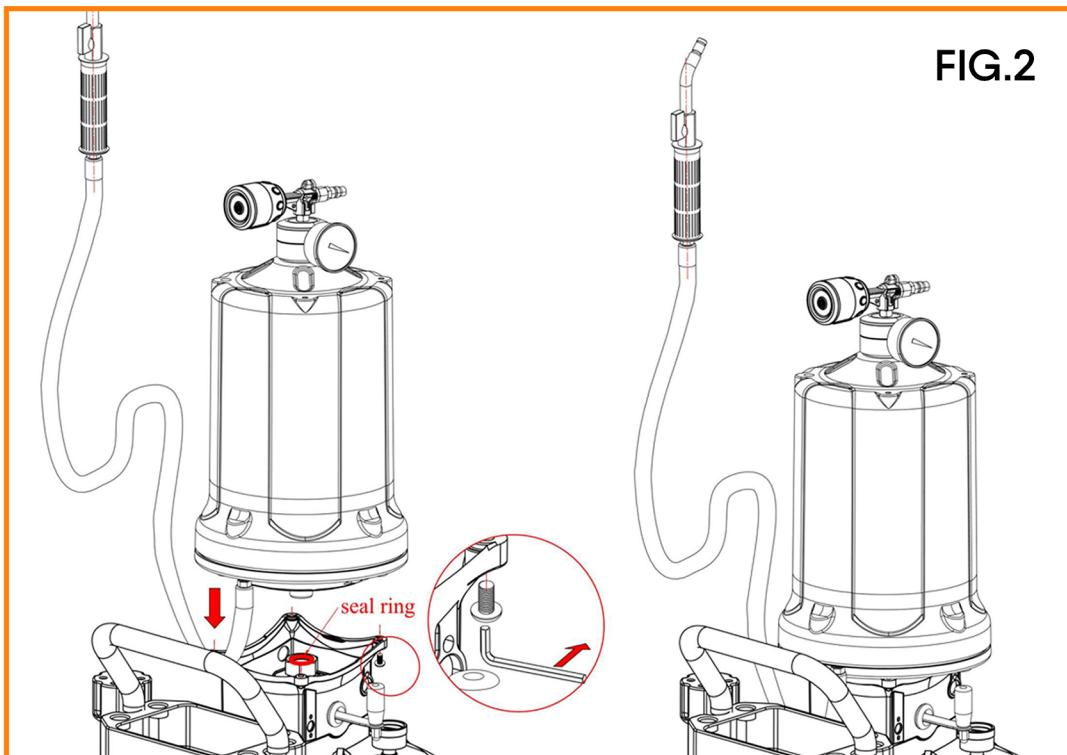

FIG.2
### Cilindro de Configuração (FIG.2)
1. Consulte a FIG. 2 à direita para instalar o cilindro na base do tanque de óleo.